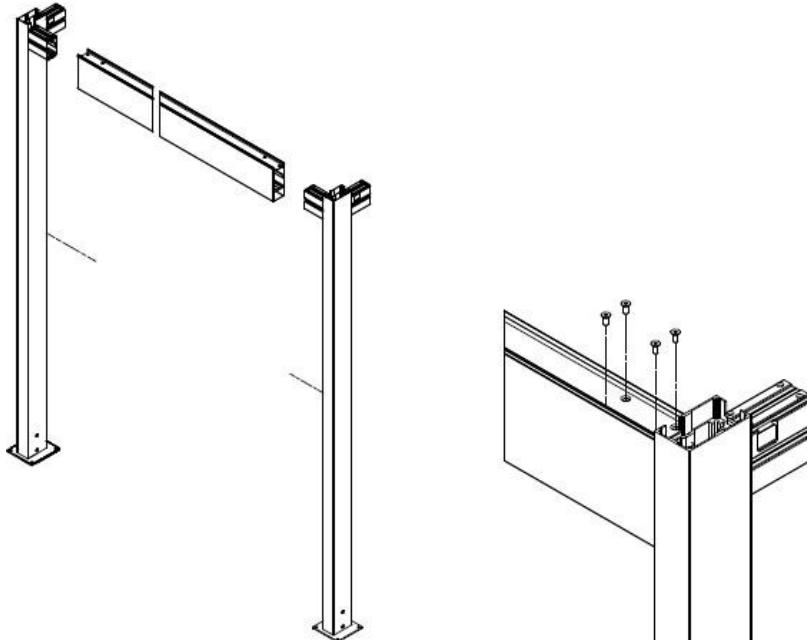

Abbildung 15
1. Die Pfosten mit den vorab festgeschraubten Füßen mit den Klammern beidseitig in die Kammern des Querträgers schieben und von der Oberseite der Trägerkammer gemäß Abb. 15 mit Hilfe von M8 x 20-Kegelschrauben mit Innensechskant fest. Achten Sie darauf, die Stützen mit der richtigen Anordnung der Füße zu montieren. Führen Sie dies für beide Querträger durch, sodass 2 flache Rahmen entstehen.